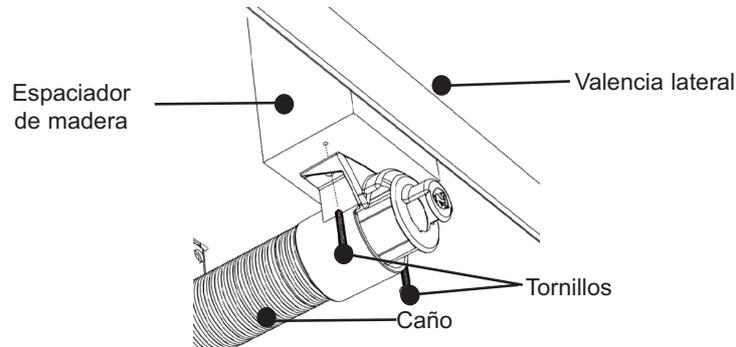

Fig. 16 Conectar la salida del caño al vehículo
- iv. Inserte la entrada del caño en la parte posterior del caño de salida (fijado al piso del vehículo). **Insertar caño hasta el fondo.** Favor, ver Fig. 16. El caño **debe poder** verse en el caño de salida.